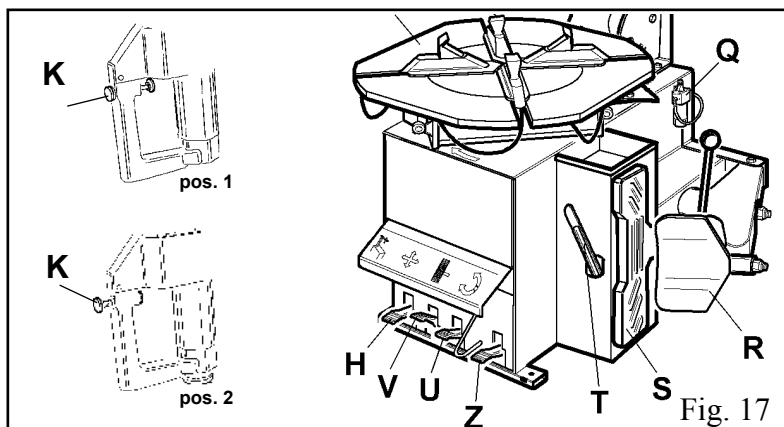

Fig. 17
- En tenant le levier dans cette position, faire tourner le plateau (L) dans le sens horaire en appuyant sur la pédale (A) jusqu'à ce que le pneu sorte complètement de la jante (fig. 17).
- S'il y a une chambre à air, il faut basculer le bras vertical (T), sans débloquent le bras opérateur, et l'enlever du pneu.